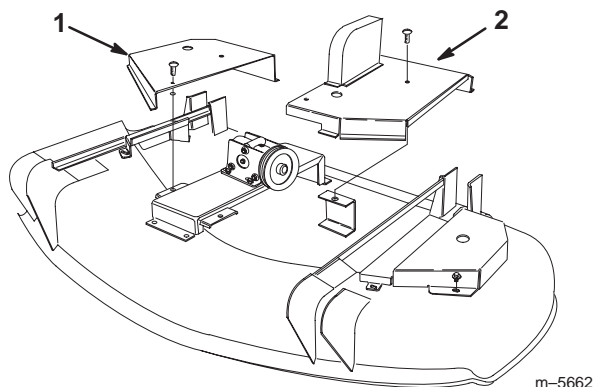

Figure 27
2. Desserrez les fixations des carters intérieurs gauche et droit du plateau de coupe, puis déposez les carters (Fig. 27).
6. Reposez les carters intérieurs gauche et droit sur le plateau à l'aide des fixations (Fig. 27).